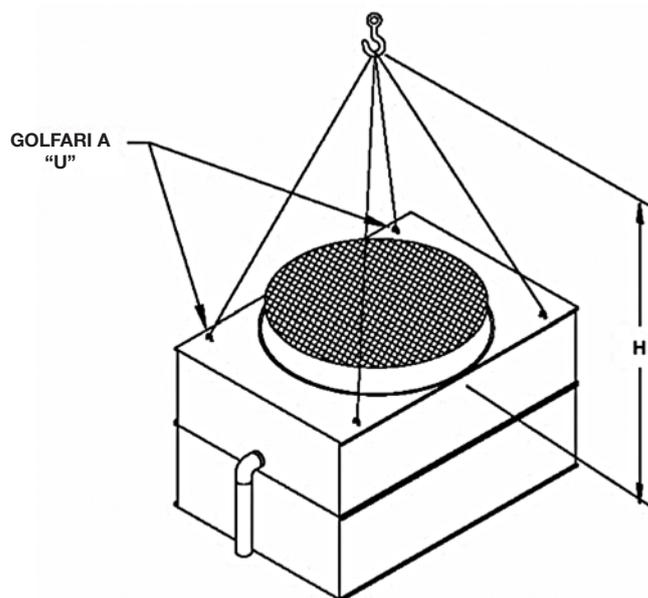

Figura 7 – Sezione ventilante ESWB
Sono presenti golfari a “U” nei quattro angoli della sezione superiore per il sollevamento e il posizionamento finale (vedere la Figura 7). Il gancio della gru deve trovarsi ad una distanza minima (H) sulla sezione ventilante da sollevare, per evitare un'eccessiva tensione dei golfari a “U”. Questa dimensione varia con il tipo di ventilatore installato nell'unità. Vedere la Tabella 3 per le dimensioni minime da rispettare (H).